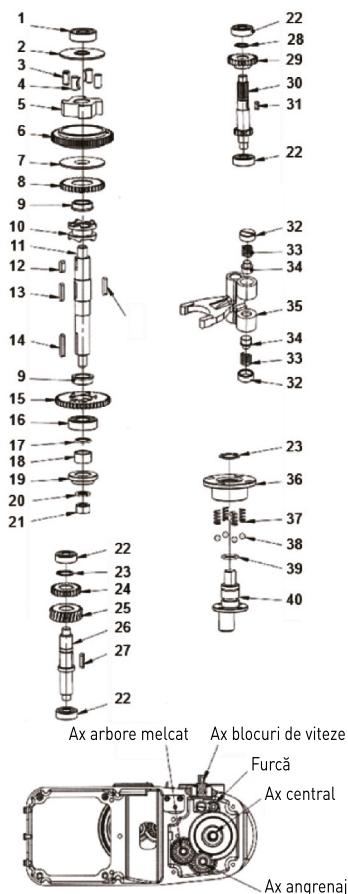

Figura 2: Ansamblu angrenaj
- Ansamblul angrenajului (Figura 2);
### Lista pieselor mașinii din Figura 2